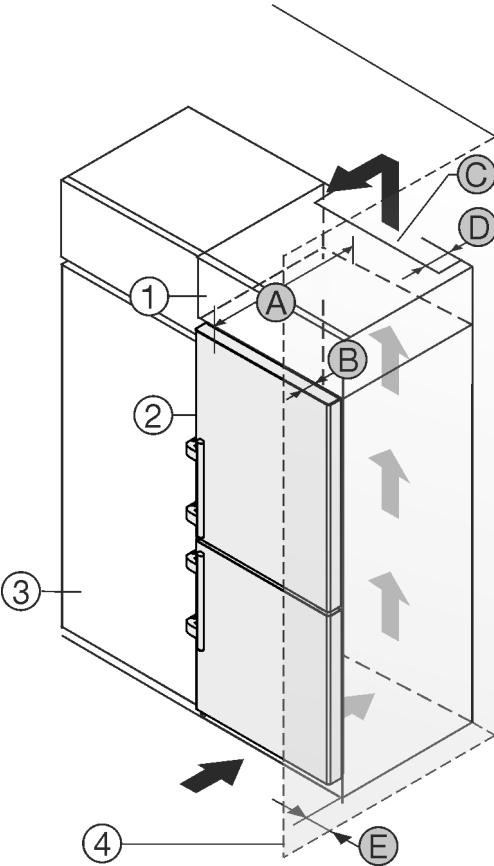

Fig. 2
- (1) 附加柜 * (B) 门深度 * (C) 通风横截面 * (D) 冰箱背面间距 * (E) 到冰箱侧面的间距 *
- (2) 冰箱 * (3) 餐具柜 * (4) 墙壁 * (5) 冰箱深度 *
您可以将冰箱直接放置在餐具柜 Fig. 2 (3) 旁边。*
在附加柜背面必须有一个竖风道，其深度 Fig. 2 (D) 应超过整个附加柜宽度。*
盖板下必须保有通风横截面 Fig. 2 (C)。*
如果将带铰链的冰箱放置在墙壁 Fig. 2 (4) 边，冰箱和墙壁必须至少相距 57 mm。这取决于冰箱门打开时把手与墙壁的距离。*
为了能完全打开门，冰箱必须凸出橱柜正面一定门深度 Fig. 2 (B)。根据餐具柜 Fig. 2 (3) 的深度，使用壁距调整垫片可以使冰箱更为凸出。*